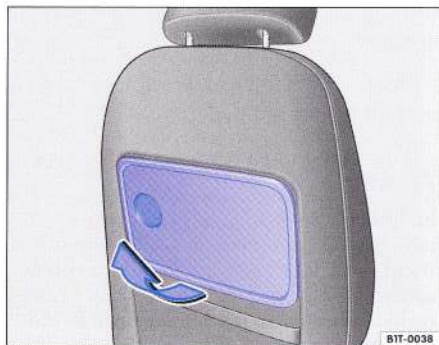

Fig. 85 Masa pliantă în spătarul scaunelor din față.
- Pliati masa în sensul indicat ⇒ fig. 85 în sus, până se fixează.
- Apăsați masa contrar sensului indicat ⇒ fig. 85 în jos, până se fixează.